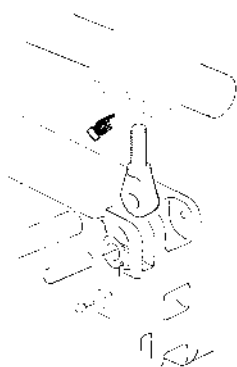

fig. 30
- A la livraison, les palans DST/N sont généralement et les palans DST/S toujours préassemblés et montés sur le palan DRH avec un espacement interne des galets (L) ajusté à la largeur d'aile de la poutre où sera monté le chariot / palan, selon les accords conclus.
- Pour permettre la modification de l'espacement interne des galets pour un réglage différent ou pour des variations successives, les hauteurs de référence (A) et (B) pour DST/N sont indiquées ci-dessous pour les différentes poutres.
- Le serrage correct des brides de chariot sur les barres est assuré par au moins deux boulons. Dans certains cas, le troisième boulon ne peut être utilisé en raison d'interférences avec la suspension du palan (fig. 30).